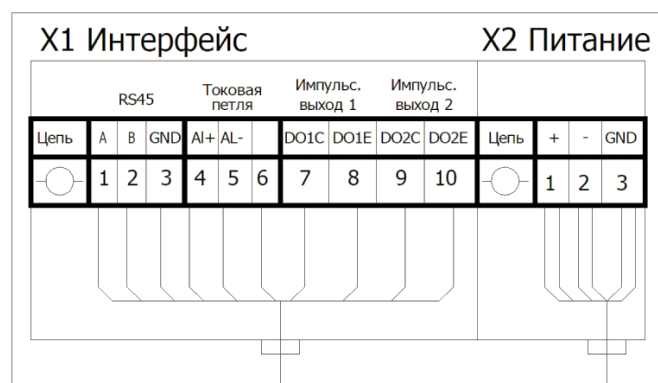

Рисунок 24 – Электрическая схема подключения
- выполнить электромонтаж в соответствии со схемой подключения (рисунок 24);